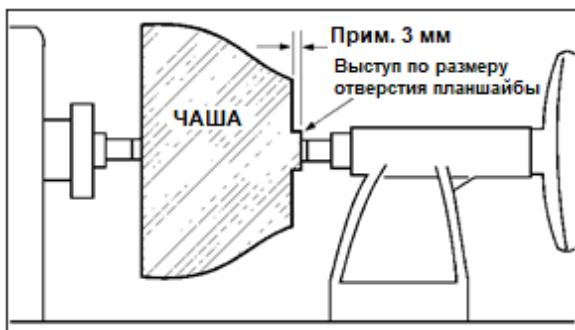

Рисунок 10-10
- Выточите короткий выступ (длиной примерно 3 мм) по размеру отверстия планшайбы. См. Рис. 10-10. Это позволит отцентрировать заготовку на планшайбе.